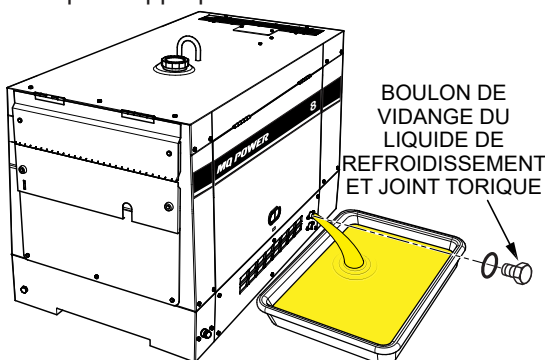

Figure 53. Vidange du liquide de refroidissement du moteur
2. Retirer le **boulon de vidange du liquide de refroidissement** et le **joint torique** (Figure 53) et laissez le liquide de refroidissement s'écouler dans un récipient approprié.